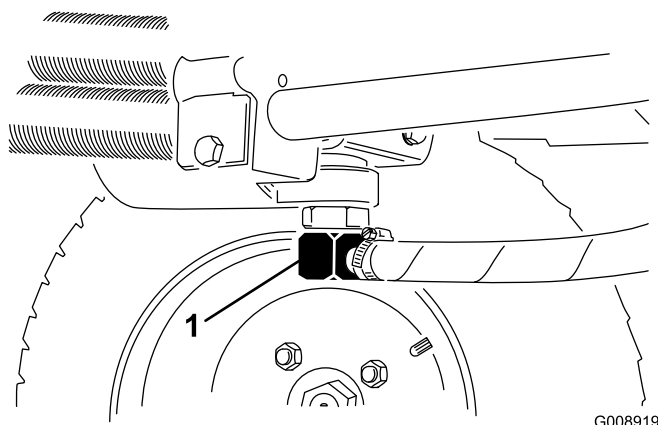
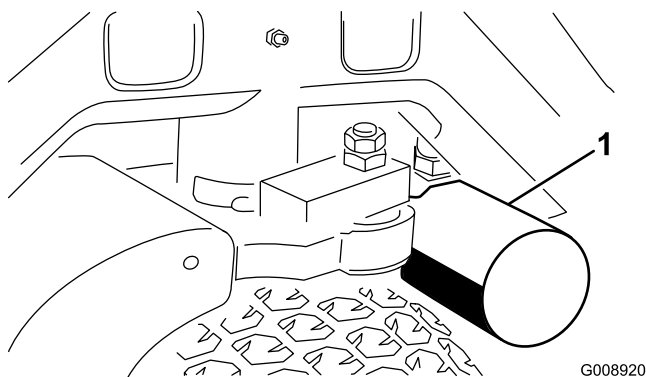

図 72
図 73
2. 油圧ラインの接続部（図 72）または油圧フィルタ（図 73）を外し、流れ出すオイルを容器に受ける。
4. フィルタ（図 73）の下に廃油受けを置いてフィルタを外す。